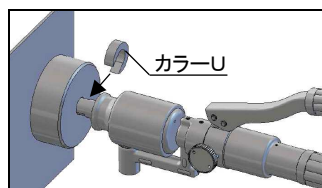

図8
8. B92およびB104の穴あけは1回の操作では完全に抜けきりません。ストロークエンドまで加圧した後、切替えノブを左（リリース側）に回し、一度パンチを戻します。次にダイとシリンダ部の間にカラーU（別売品）をはさみ、切替えノブを右（パンチング側）に回し、再度加圧ハンドルを操作して穴あけをします。（図8）